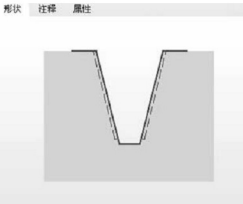

图 5.24 创建锥孔
(5) ：【创建锥孔】按钮，可创建形状如图 5.24 所示的锥孔。